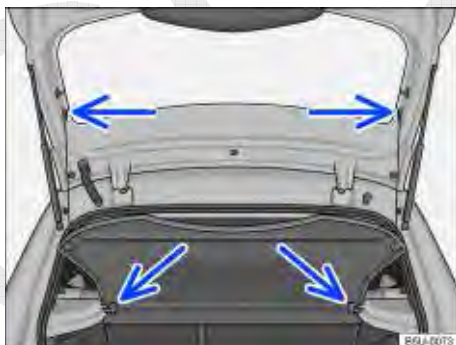

Fig. 78 No compartimento de bagagem: remover e instalar a cobertura do compartimento de bagagem.
- Desprender os cordões de retenção do suporte da tampa traseira ⇒ Fig. 78 (setas superiores).
- Retirar a cobertura do compartimento de bagagem por trás, para fora dos suportes laterais ⇒ Fig. 78 (setas inferiores).
- Empurrar a cobertura do compartimento de bagagem para a frente, introduzindo-a nos suportes laterais ⇒ Fig. 78 (setas inferiores).
- Encaixar os cordões de retenção na tampa traseira ⇒ Fig. 78 (setas superiores).